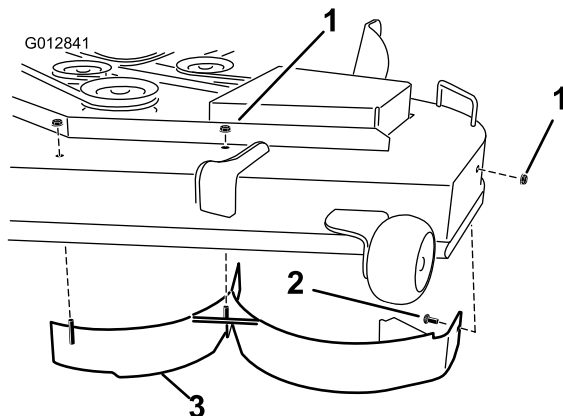

Figure 29
6. Retirez les deux contre-écrous (5/16") fixés aux montants soudés du déflecteur gauche sur le dessus du plateau de coupe, au centre et à gauche du centre (Figure 29). Sur la paroi latérale du plateau de coupe, retirez le boulon de carrosserie et le contre-écrou qui fixent le déflecteur gauche au plateau.
7. Déposez le déflecteur gauche du plateau de coupe, comme montré à la Figure 29.